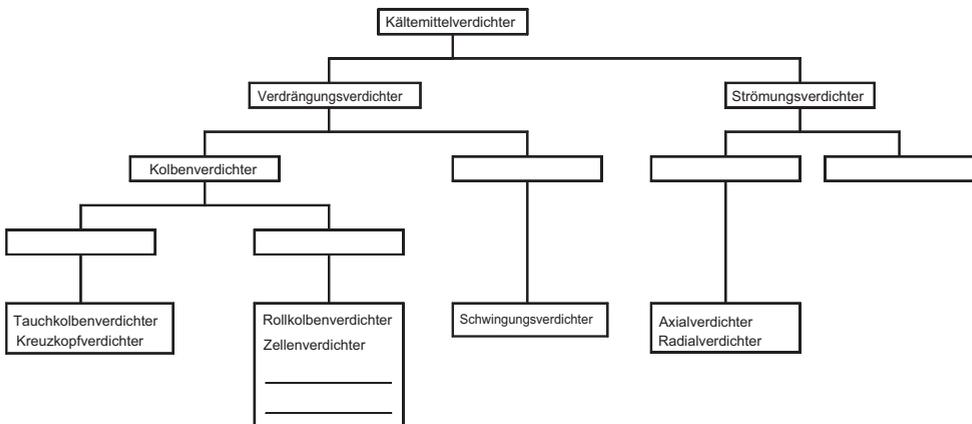

Abb. 2.1
4. Tragen Sie folgende Verdichtertypen bzw. Oberbegriffe in die Übersicht (Abb. 2.1) ein: Sonstige Verdichter, Spiralverdichter, Strahlverdichter, Schraubenverdichter, Hubkolbenverdichter, Turboverdichter, Rotations(kolben)verdichter.